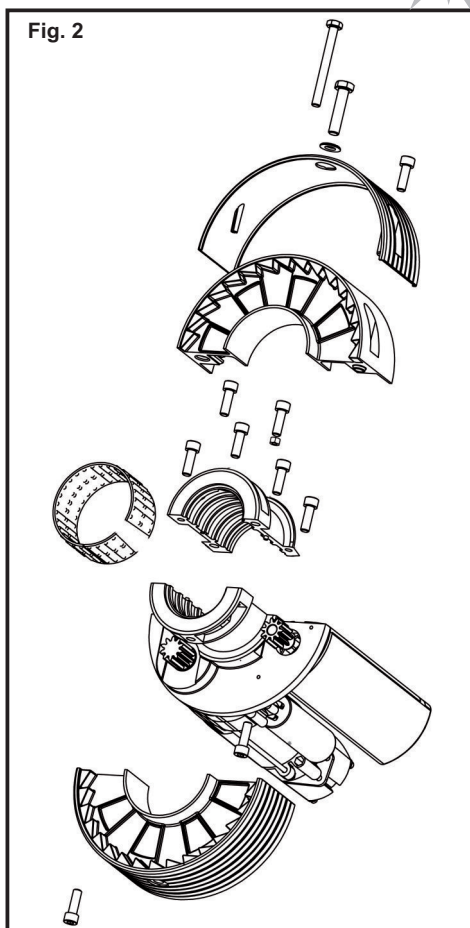

Fig. 2
- C) Smontare la corona del motoriduttore in due metà, svitando le viti M8 (FIG. 2).
- D) Estrarre con delicatezza dallo chassis la fascia a rulli in plastica, evitando forti piegature che causerebbero la fuoriuscita dei rullini. Tale operazione non si effettua in presenza di motoriduttore Roll 76 e Roll 101, poiché non dotati di fascia a rulli (FIG. 2).
- E) Smontare lo chassis del motoriduttore, svitando le quattro viti M8 (FIG. 2).
- G) Accoppiare sull'albero della serranda la parte dello chassis che contiene il motore elettrico con il collare di chiusura, mediante le quattro viti M8 (FIG. 2).
- I) Montare sul collo dello chassis la fascia a rulli, facendo sempre attenzione a non effettuare forti piegature al fine di evitare la fuoriuscita dei rullini. Tale operazione non si effettua in presenza di motoriduttore Roll 76 e Roll 101, poiché non dotati di fascia a rulli (FIG. 2).
- L) Montare sullo chassis le due semicorone, facendole ruotare sulla fascia a rulli e fissarle con le due viti M8. In presenza di motoriduttore Roll 76 e Roll 101 la corona ruoterà direttamente sul collo dello chassis tornito (FIG. 2).
- C) Remove the crown of the motor, unscrewing the screws M8 (FIG. 2).
- D) Extract from the chassis, with delicacy, the band with rolls in plastics, avoiding heavy folds that would cause the spillage of the rullinis. Doesn't effect this operation in case of motors Roll 76 and Roll 101, since they do not endowed with band to rolls (FIG. 2).
- G) Assemble on the tube of the shutter the chassis part with electric motor, with the second part of the chassis through the four screws M8 (FIG. 2).
- I) Mounted on the chassis neck, the band with rolls, being careful not to make strong folding to prevent spillage of rolls. Doesn't effect this operation in case of motors Roll 76 and Roll 101, since they do not endowed with band with rolls (FIG. 2).
- L) Mounted on the chassis the two demicrown, rolling them on the band with rolls and fix them with the two screws M8. In case of motors Roll 76 and Roll 101 the crown will rotate directly on the chassis neck turned (FIG. 2).
- C) Démonter la couronne du moteur, en deux moitiés, en dévissant les vis M8 (FIG. 2).
- D) Extraire du châssis, avec délicatesse, la bande en plastique avec roulements, en faisant très attention à éviter les pliages qui causeraient l'écoulement des roulements. Ne pas effectuer cette opération en présence du moteur Roll 76 et Roll 101, par ce qu'ils ne sont pas doués de bande en plastique avec roulements (FIG. 2).
- G) Accoupler sur le tube du rideau la partie du châssis qui contient le moteur électrique, avec la deuxième partie du chassis avec le 4 vis M8 (FIG. 2).
- I) Monter sur le châssis la bande en plastique avec les roulements, en faisant toujours attention à ne pas effectuer des forts pliages afin d'éviter l'écoulement des roulements. Ne pas effectuer cette opération en présence du moteur Roll 76 et Roll 101, par ce qu'ils ne sont pas doués de bande en plastique avec roulements (FIG. 2).
- L) Monter sur le châssis les deux demi-couronnes, en tournant les mêmes sur la bande en plastique avec les roulements et les fixer avec les deux vis M8. En présence de moteur Roll 76 et Roll 101, la couronne tournera directement sur le cou du châssis tourné (FIG. 2).
- C) Desmontar la corona del motor en dos mitades, destornillando los tornillos M8 (FIG. 2).
- D) Extraer del chasis con delicadeza la faja de plástico con rodamiento, evitando fuertes pliegues que causarían el derrame de los rodamientos. Tal operación no si efectua en presencia de motor Roll 76 y Roll 101, ya que no dotados con faja de plástico con rodamiento (FIG. 2).
- G) Ensamblar sobre el árbol del cierre metálico la parte del chasis que lleva el motor eléctrico, con la segunda parte de chasis, a través de 4 tornillos M8 (FIG. 2).
- I) Montar sobre el cuello del chasis la faja de plástico con rodamiento, siempre teniendo cuidado con no efectuar fuertes pliegues para evitar el derrame de los rodamientos. Tal operación no si efectua en presencia de motor Roll 76 y Roll 101, ya que no dotados con faja a rodamientos (FIG. 2).
- L) Montar sobre el chasis las dos semicoronas, haciéndoles girar sobre la faja de plástico a rodamientos y fijarle con los dos tornillos M8. En presencia de motor Roll 76 y Roll 101 la corona girará directamente sobre el cuello del chasis torneado (FIG. 2).